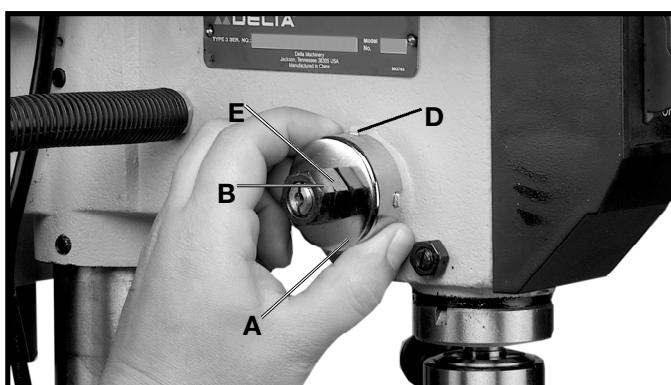

Fig. 29
3. Mientras que detiene con firmeza el alojamiento del resorte (A) Fig. 29, tire del alojamiento y gfrelo hasta que el cubo (D) esté engranado con la próxima muesca en el alojamiento. Vire el alojamiento en el sentido contrario alas manecillas del reloj para aumentar, y en sentido de las manecillas del reloj para reducir la tensión del resorte. Apriete entonces las dos tuercas (B) para sujetar el alojamiento en su sitio. **IMPORTANTE:** La tuerca interior (E) no debe entrar en contacto con la cubierta del resorte (A) cuando está apretada.